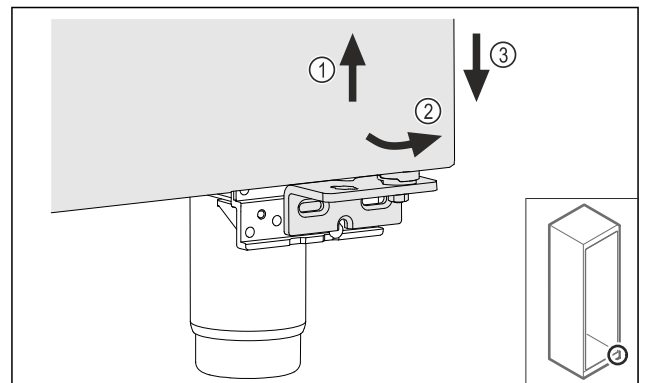

Fig. 21
- ▶ Трохи підніміть двері Fig. 21 (1), нахиліть їх знизу вперед Fig. 21 (2) та опустіть Fig. 21 (3).